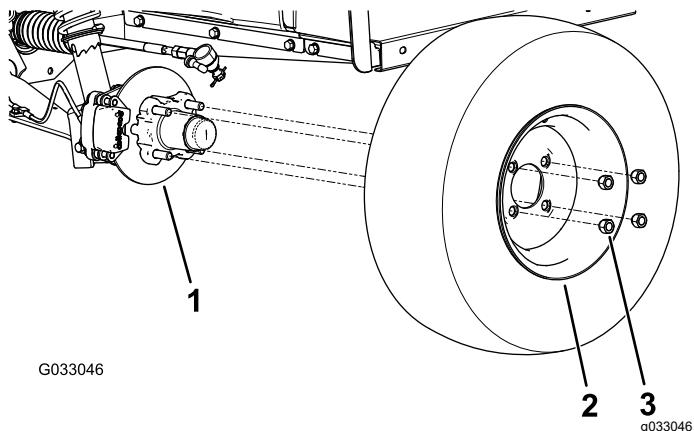

Figure 22
2. Retirez les 4 écrous qui fixent la roue sur le moyeu (Figure 22).
- Alignez les trous de la roue et les goujons du moyeu, puis montez la roue sur le moyeu en plaçant la valve à l'extérieur (Figure 22).
- Fixez la roue au moyeu avec les écrous de roue (Figure 22). Serrez les écrous de roues à un couple de 108 à 122 N·m (80 à 90 pi-lb).